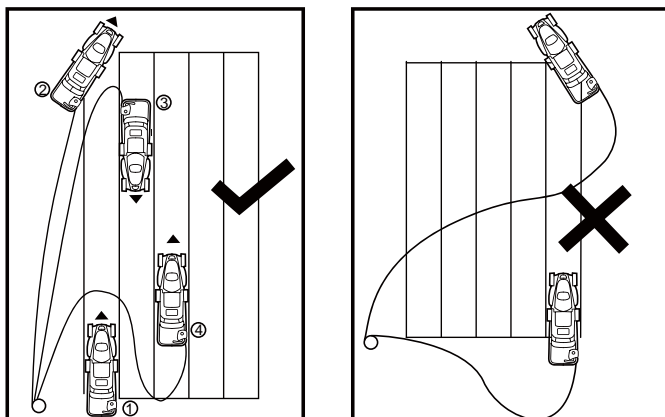

Fig.18
- > Suivez la procédure d'utilisation adéquate afin d'assurer que les lames n'entrent jamais en contact avec la rallonge. Les lames peuvent endommager les câbles et entraîner un contact avec des pièces sous tension (fig. 18).